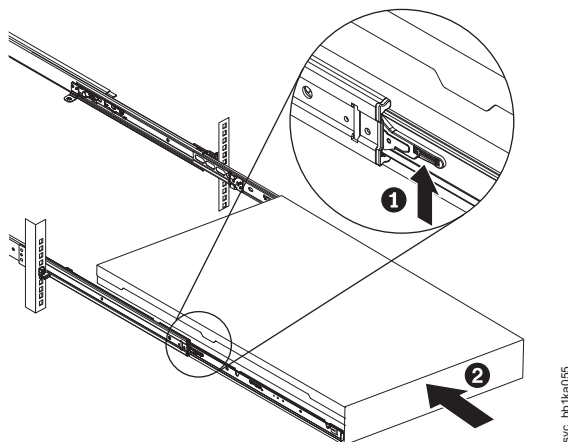

Figura 135. Levantando as Alavancas de Travamento dos Trilhos Deslizantes do Rack
9. Levante as alavancas de travamento (**1** na Figura 135) nos trilhos deslizantes e empurre o nó **2** inteiro no rack até que ela encaixe no lugar.